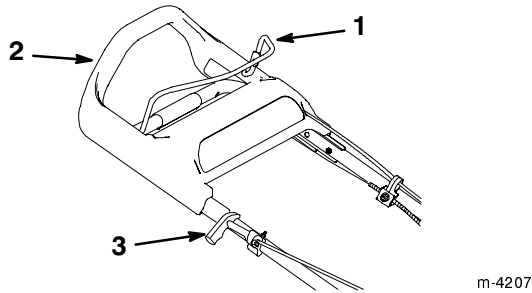

Figure 8
La poignée du lanceur et la barre de commande de lame se trouvent sur le mancheron supérieur, comme illustré à la Figure 8.
3. Serrer la barre de commande de lame contre le mancheron (Fig. 8).
4. Tirer lentement la poignée du lanceur jusqu'à ce qu'on sente une résistance, puis la tirer vigoureusement (Fig. 8). Laisser la poignée du lanceur revenir lentement jusqu'au mancheron.